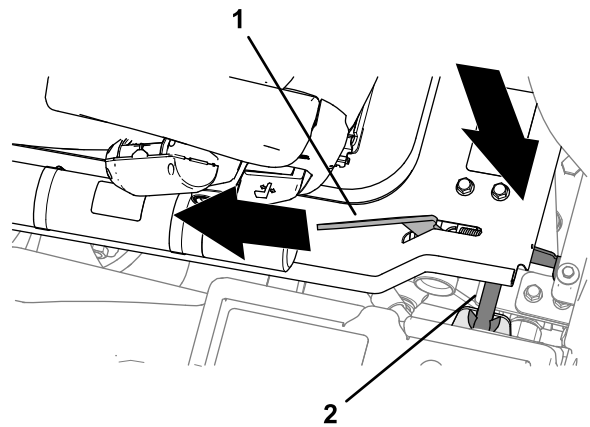

Figura 13
2. Cuando la plataforma se acerque a la posición de totalmente bajada, mueva la palanca de cierre de la plataforma (Figura 13) hacia la parte delantera de la máquina.